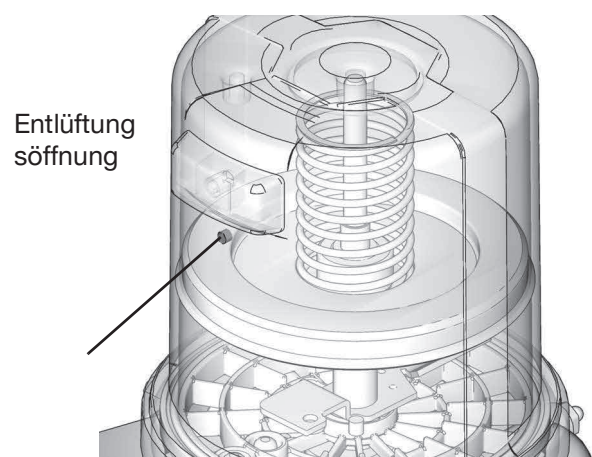

ABB. 9
3. Den Schmiermittelbehälter mit Schmiermittel befüllen, bis die Dichtung der Folgeplatte die Entlüftungsöffnung erreicht (ABB. 9) und der Großteil der Luft aus dem Schmiermittelbehälter verdrängt worden ist.